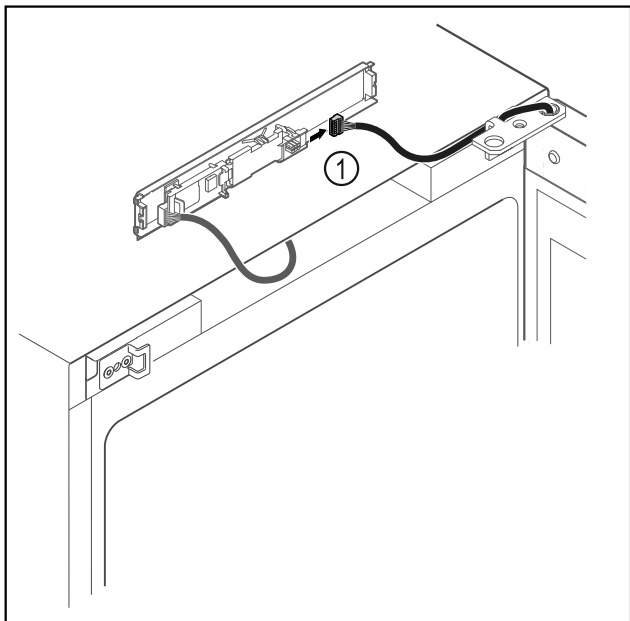

Fig. 14
- Shkëputni spinën Fig. 14 (1) nga qarku.